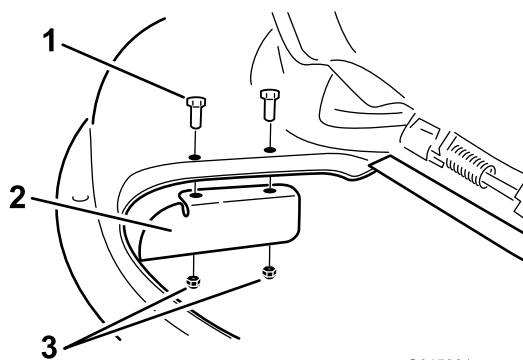

Figura 30
9. Instale o abafador de corte na plataforma do cortador (Figura 30).
3. Retire o abafador de corte da plataforma do cortador (Figura 30).